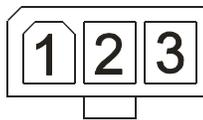

Figura 13 – Detalhe conectores do cabo sensor de temperatura, alarme externo e saída Ring com identificação das vias do conector MOLEX série MINI-FIT Jr..
3.2.5) Conexão do sinal de toque: Conector AMP série MINI-FIT Jr, 3 vias, tipo receptáculo (código AMP 39-01-4030) e terminal fêmea (código AMP 5556). As vias são descritas pela tabela abaixo (identificação das vias conforme e figura 13):
3.2.6) Sensor de temperatura: Através do cabo modelo PL-50, código 62.02.0639.0.4 conectado a posição “SENSOR TEMP.” (vide figura 13).
3.2.7) Conexão entrada de alarme externo: Conector AMP série MINI-FIT Jr, 3 vias, tipo receptáculo (código AMP 39-01-4030) e terminal fêmea (código AMP 5556). As vias são descritas pela tabela abaixo (identificação das vias conforme e figura 13):